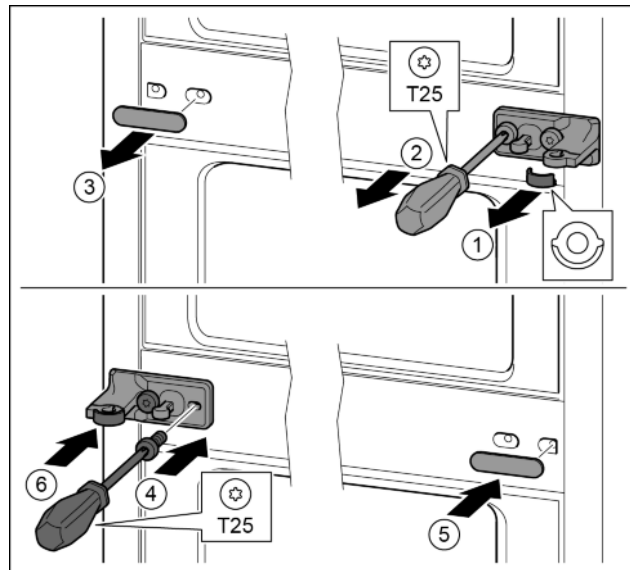

Fig. 15
- ▶ Зніміть перстину. Fig. 15 (1)
- ▶ Викрутіть гвинти за допомогою викрутки T25. Fig. 15 (2)
- ▶ Обережно зніміть кришку. Fig. 15 (3)
- ▶ Опорний кронштейн із плівкою, повернутий на 180°, закріпіть гвинтами з іншого боку. Fig. 15 (4)
- ▶ Почепіть кришку, що повернута на 180°, з іншого боку праворуч. Fig. 15 (5)
- ▶ Встановіть шайбу спереду. Fig. 15 (6)